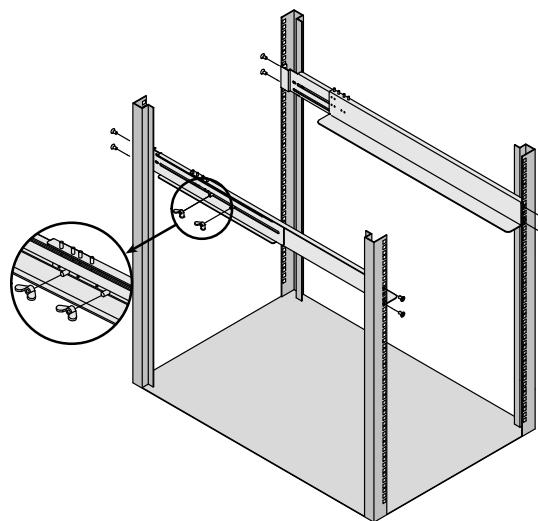

Рисунок 7. Установка направляющих
6. Ослабьте монтажные барабанчатые гайки на обеих направляющих и отрегулируйте размер направляющих по глубине стойки (см. Рисунок 7).